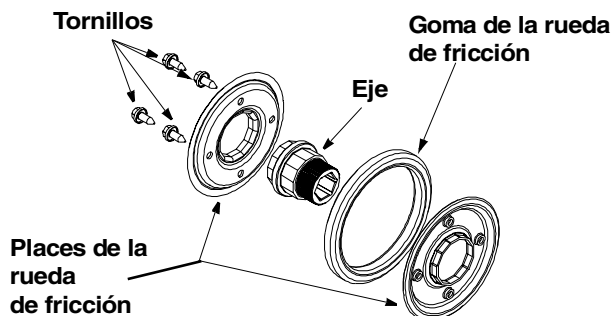

Figura 36
- Reensamble la nueva goma de la rueda de fricción al conjunto de la rueda de fricción, ajustando los seis tornillos en rotación y con igual fuerza (Figura 36).